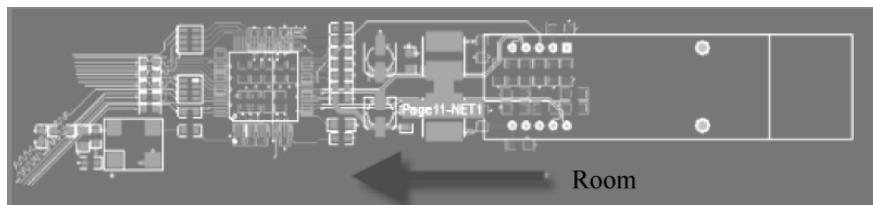

图 12-13 模块的布局布线
(3) 和 FPGA 管脚调整一样，在执行更新操作之后需要对元件进行匹配关联。在 PCB 设计交互界面中，执行菜单命令“工程-元器件关联”，进行元件匹配，将左边元件全部匹配到右边窗口，单击“执行更新”按钮，执行更新。
(4) 如图 12-13 所示，对其中一个通道的模块执行布局布线，并用更新的 Room 对其进行覆盖。